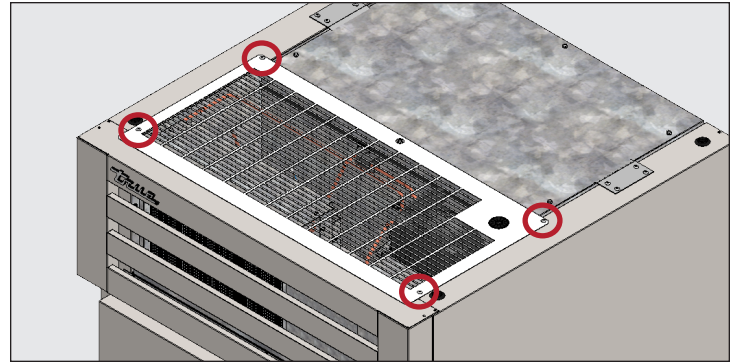

Fig. 1. Ubicaciones de los tornillos de la persiana superior.
2. Retire los tornillos de la persiana superior. Consulte la fig. 1.